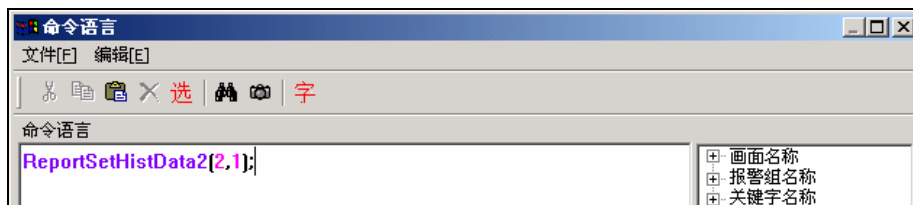

图 5-18 历史数据报表查询命令语言
- (1) 在画面中添加一按钮，按钮文本为：历史数据报表查询。
- (2) 在按钮的弹起事件中输入如下命令语言，如图 5-18 所示。